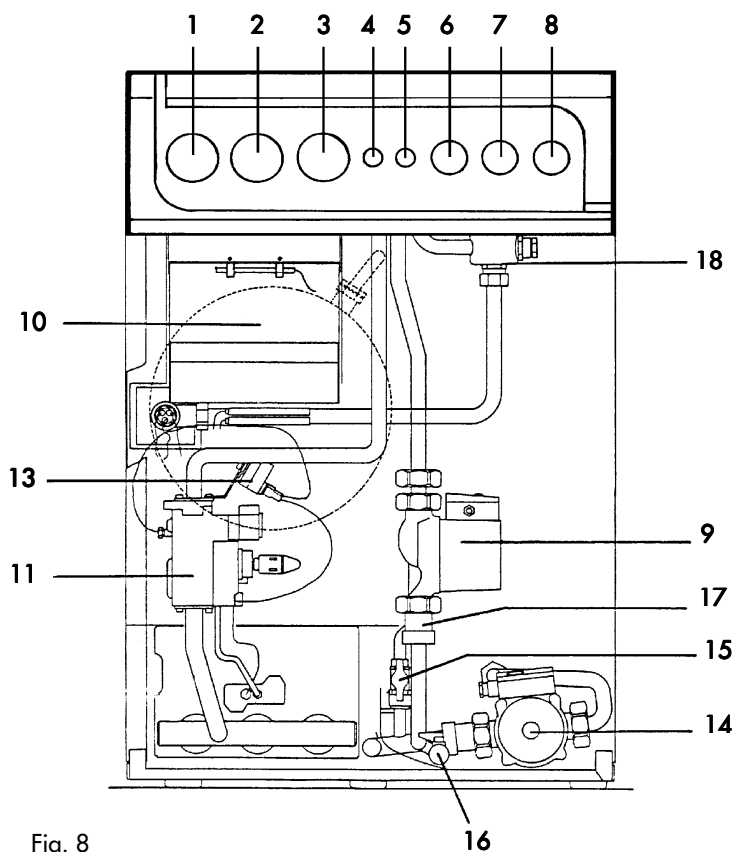

Fig. 8
Predisporre il commutatore Estate-Spento-Inverno 6 (fig. 8) sul pannello della caldaia, in posizione Inverno .
Posizionare il termostato di regolazione caldaia 8 (fig. 8) al valore minimo.
Posizionare il termostato di regolazione caldaia 8 (fig. 8) al valore di temperatura desiderata. Si accenderà così il bruciatore principale.
Predisporre il commutatore Estate-Inverno 6 (fig. 8) sul pannello della caldaia, in posizione "Estate" o "Inverno" a seconda dell'esigenza; regolare il termostato di caldaia ed il termostato del bollitore alla temperatura desiderata, a questo punto la caldaia è pronta per funzionare automaticamente.
**Nota** - Se dopo aver eseguito correttamente le manovre di accensione, i bruciatori non si accendessero e la spia del pulsante riarmo della centralina elettronica 4 (fig. 8) si illuminasse, attendere circa 15 secondi e quindi premere il pulsante 4. La centralina così ripristinata ripeterà il ciclo di accensione. Se, anche dopo il secondo tentativo, i bruciatori non si accendessero, consultare il paragrafo 8 "Ricerca guasti".
Per spegnere temporaneamente la caldaia, è sufficiente posizionare il commutatore 6 (fig. 8) Estate-Spento-Inverno sulla posizione intermedia 0 .
Ruotare la manopola del commutatore 6 (fig. 8) nella posizione 0 .
Nel caso si verifichi l'intervento del TERMOSTATO FUMI, bisogna svitare il coperchietto (pos. 5 - fig. 8) di protezione posto sul cruscotto portastrumenti e riarmarlo manualmente agendo direttamente sul termostato dopodichè la caldaia riprenderà il suo normale funzionamento.
La regolazione della temperatura dell'acqua di riscaldamento si effettua ruotando la manopola del termostato di regolazione 8 (fig. 8), sul quadro comandi. Ruotando la manopola in senso orario la temperatura dell'acqua di riscaldamento aumenta; in senso antiorario, diminuisce. La temperatura minima non deve essere regolata ad un valore inferiore a 55°, mentre la massima a non più di 90°.